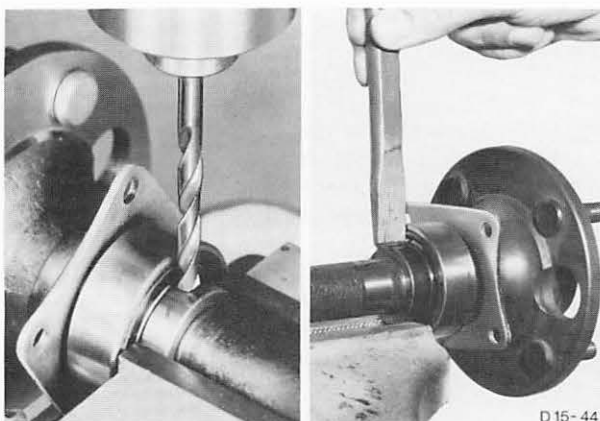

Abb. 109 Kugellager – Haltering entfernen
4. Kugellager – Haltering mit einem 8-mm-Bohrer anbohren und entfernen bzw. Haltering auflegen und diesen mit einem Meißel mehrmals auf der gleichen Stelle anschlagen, bis er von Hand abgenommen werden kann, Abb. 109.